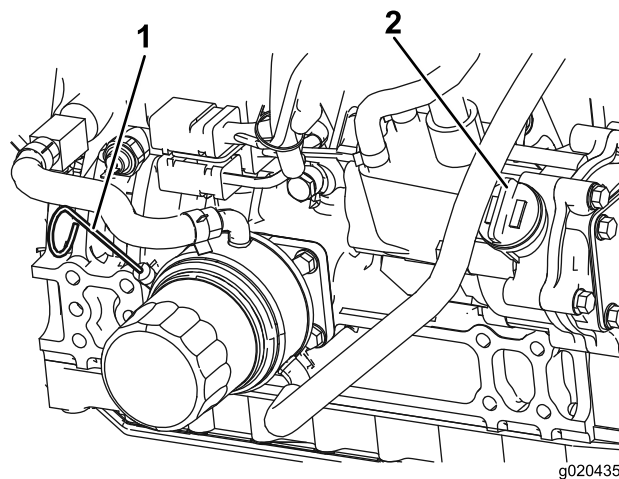

Figura 10
3. Togliete l'asta di livello, pulitela strofinandola, rimettetela nel tubo ed estraetela di nuovo. Il livello dell'olio deve essere tra la tacca di pieno (Full) e quella Add (Figura 10).
4. Se il livello dell'olio è basso, rimuovete il tappo di riempimento (Figura 10) e aggiungete olio fino a quando il livello non è compreso tra la tacca di pieno (Full) e quella Add. **Non riempite troppo.**